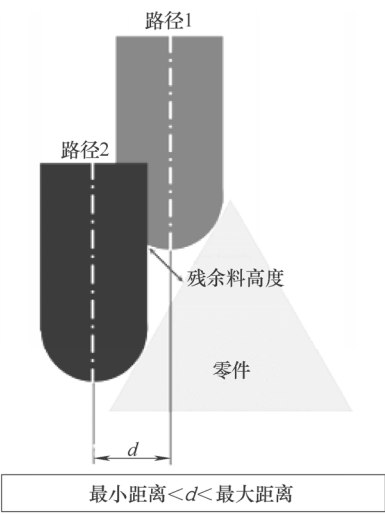

图 2-86 “Via scallop height” 示意图 (1)
- “Via scallop height”: 指定相邻两刀切削路径刀痕间的残余料高度值, 以便系统自动计算横向距离值。系统应保证残余材料高度不超过指定的值, 如图 2-86 所示。